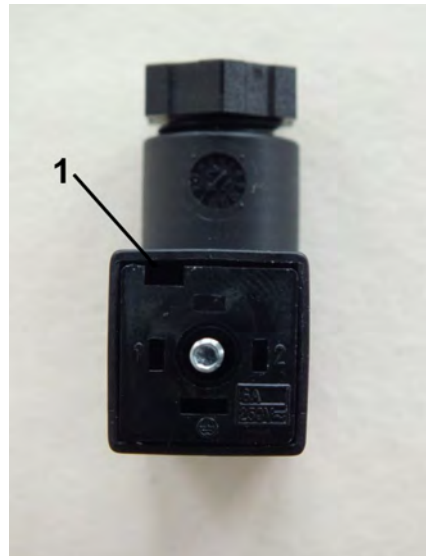

Abb. 22: Innenteil lösen
3. Innenteil aus der Steckdose entnehmen. Hierzu einen Schlitzschraubendreher in den Schlitz (Abb. 22/1) führen und Innenteil vorsichtig heraushebeln
7. ➔ Innenteil (Abb. 22/1) wieder in die Steckerdose führen und drücken, bis es einrastet